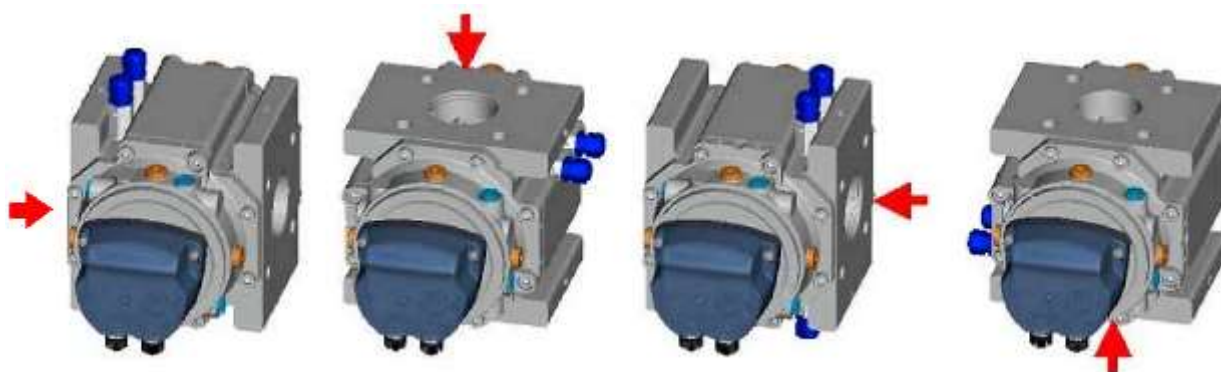

Рисунок 5 Варианты установки счетчиков в зависимости от направления потока газа
2.5.3 Счетчики могут устанавливаться в любом положении относительно направления потока газа (относительно горизонтально расположенного роликового сумматора газ может двигаться по следующим направлениям: слева направо, справа налево, сверху вниз, снизу вверх) (рисунок 5).